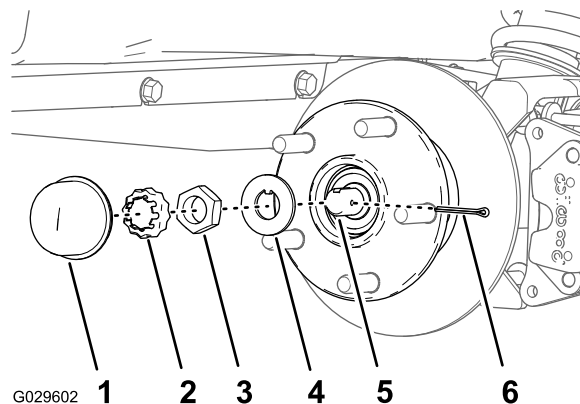
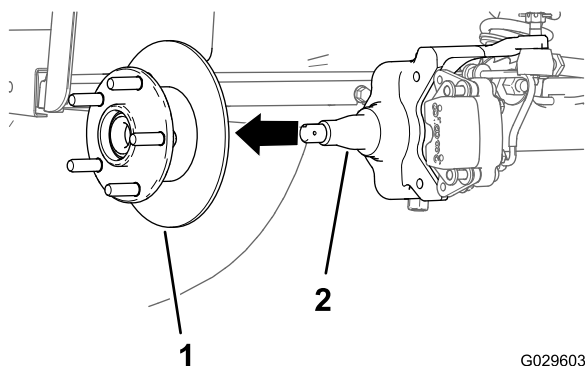

Рисунок 28
Рисунок 29
4. Снимите пылезащитную крышку со ступицы (Рисунок 28).
5. Снимите шплинт и держатель гайки со шпинделя и гайки шпинделя (Рисунок 28).
6. Снимите гайку шпинделя со шпинделя и отделите ступицу и ротор в сборе от шпинделя (Рисунок 28 и Рисунок 29).